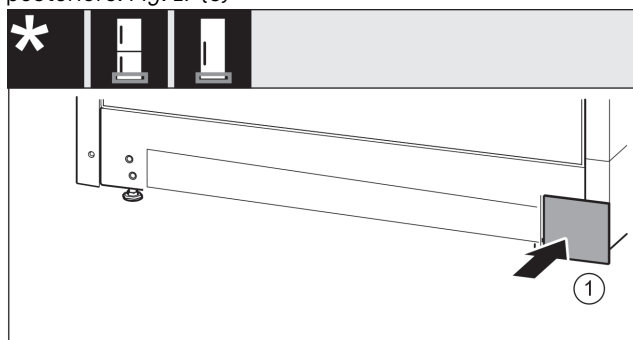

Fig. 18
- ▶ Poggiare nuovamente la copertura sull'altro lato. Fig. 18 (1)